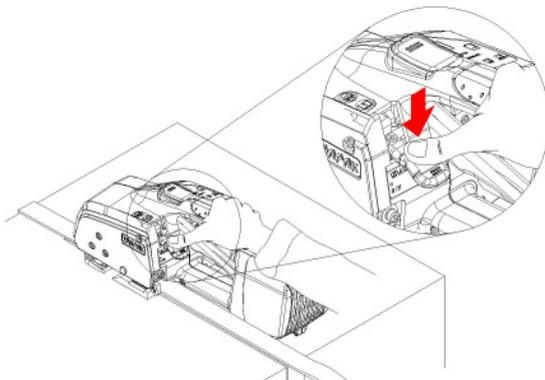
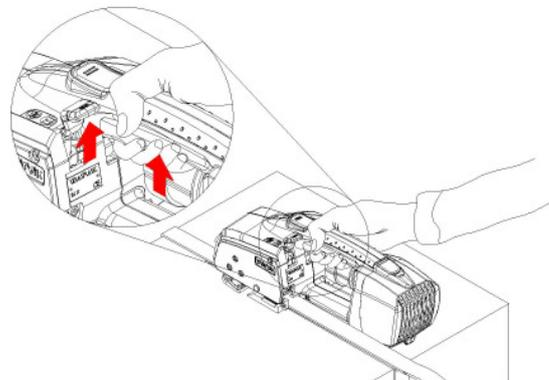

ABBILDUNG 14. Drücken Sie den Verschweißhebel herunter, um mit dem Verschweißen zu beginnen.
ABBILDUNG 15. Ziehen Sie den Betriebshebel nach oben. Der Verschweißhebel springt automatisch in die Position „AUS“.
Drücken Sie den Verschweißhebel vollständig nach unten (ABBILDUNG 14), um mit dem Verschweißen zu beginnen. Das Verschweißen endet automatisch, wenn die eingestellte Verschweißzeit erreicht ist. Während eines Verschweißvorgangs zählt die LED-Anzeige auf „0“ herunter, gefolgt von einem kurzen Signalton, welcher das Ende des Abkühlvorgangs signalisiert. Je länger die Schweißzeit ist, um so länger kann der Abkühlvorgang dauern. Das Schneiden wird zum Ende des Schweißens durchgeführt. Ziehen Sie den Betriebshebel (4) nach oben, um das Werkzeug zu entfernen. Der Verschweißhebel springt automatisch in die Position „AUS“ wie in ABBILDUNG 15 gezeigt.